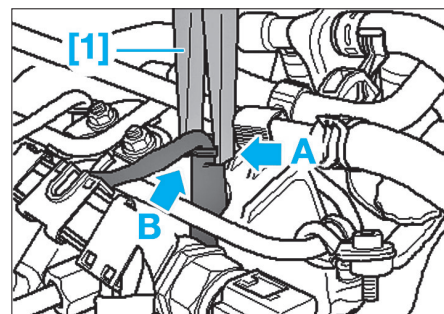

FIG. 74
- Insérer l'outil [1] de façon à ce que la sa rainure (A) repose sur l'embase de la douille d'appui (B), puis, débrancher les connecteurs de bougies (Fig.74).